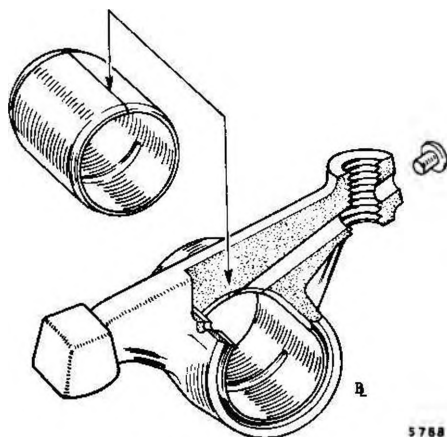

Fig. A.3
- (9) Estrarre la boccola usurata dal bilanciere e pressare in esso la boccola nuova con gli attrezzi 18C 226 e 18G 226A.
- (10) Posizionare il taglio longitudinale della boccola in alto, come indicato nella Fig. A.3.
- (11) Rimuovere la colonnetta di registrazione.
- (12) Asportare il tappo dall'estremità del bilanciere con una punta a forare di No.43 2,26 mm di diametro e continuare la canalizzazione per la lubrificazione attraverso la boccola.
- (13) Chiudere il foro fatto nell'estremità del bilanciere con un ribattino e saldare.
- (14) Forare la boccola anche in corrispondenza del foro esistente nella parte superiore del bilanciere con una punta da trapano N. 47 dal diametro di mm 1,98.
- (15) Alesare il foro della boccola sino a fargli assumere il diametro specificato nelle CARATTERISTICHE PRINCIPALI.